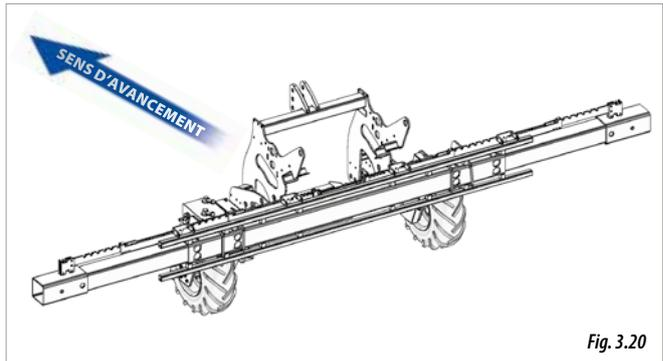

Fig. 3.20
- SIMPLE TÉLESCOPIQUE VARIANT (Fig. 3.20).